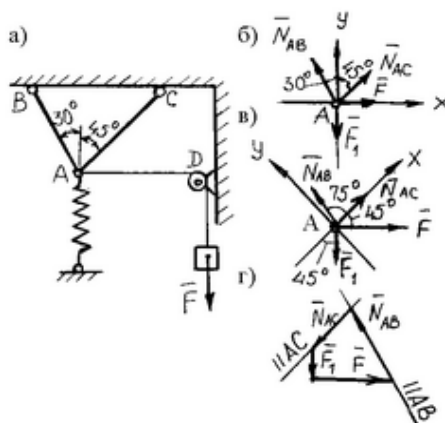

Рис.4. К примеру 4
4. Определить силы, нагружающие стержни  $AB$  и  $AC$  кронштейна, удерживающего в равновесии груз  $F = 6$  кН и растянутую пружину, сила упругости которой  $F_1 = 2$  кН. Весом частей конструкции, а также трением на блоке пренебречь (рис.4).